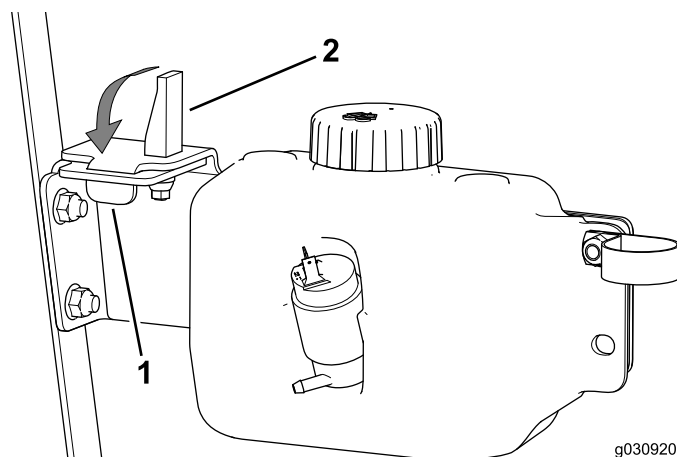

図 34
5. スロットにタブを入れ、スエルラッチ用ブッシュをタンクプレート穴に入れる 図 34。
6. スエルラッチを倒す 図 34。